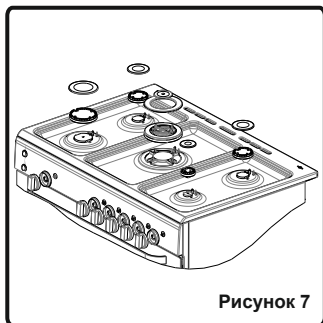

Рисунок 7
- Снимите крышку конфорки и адаптер (Рисунок 7).